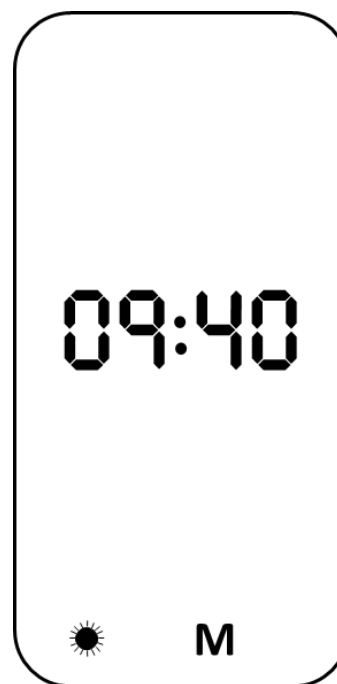

Fig. 3-5 Voorbeeld: weergave na geslaagde zelftest (**M** = meetgegevens in het geheugen,  meetprogramma: dag)
- of er meetgegevens in het geheugen zitten (**M**) (Fig. 3-5).